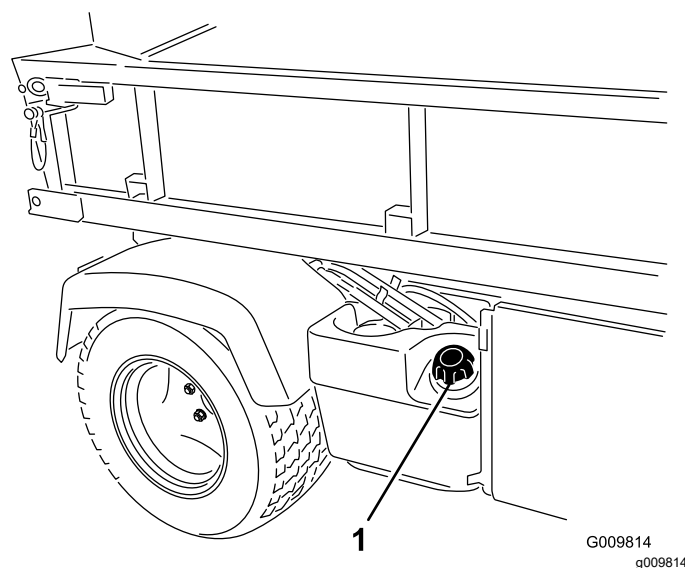

Figura 14
2. Scoateți capacul de la rezervorul de combustibil (Figura 14).